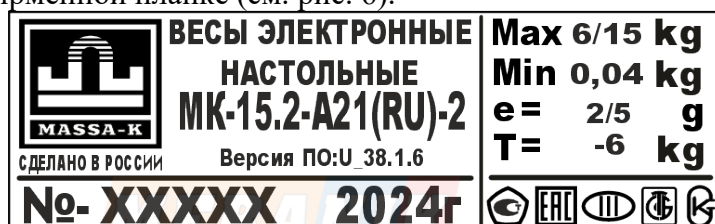

Рисунок 6 – Планка фирменная весов
9.1 Метрологические характеристики весов (класс точности, Мах, Min, e, d) определяются согласно значениям на фирменной планке (см. рис. 6).